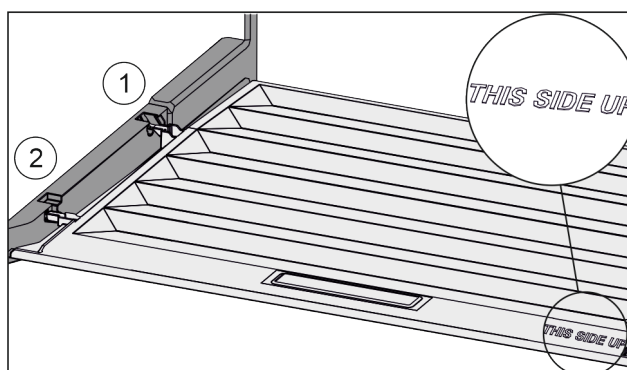

Fig. 153
- Inserire le nervature del coperchio attraverso l'apertura del supporto posteriore Fig. 153 (1) e innestare anteriormente nel supporto Fig. 153 (2).